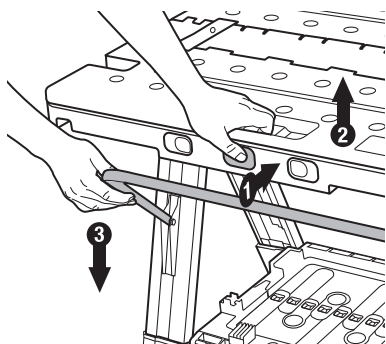

Figure 14
1. Déposer la barre de support comme indiqué (Figure 14). Pousser le bouton central sur le dessus de table, soulever le dessus de table et tirer la barre de support vers le bas.